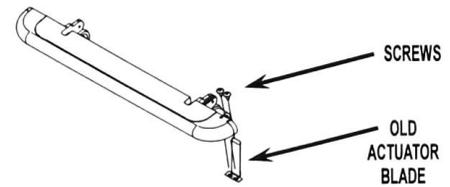

FIGURE 8
- Remove two (2) screws and the old actuator blade from the foot pedal. See Figure 8.
11. Ôter les deux (2) vis et la lame de l'ancien actionneur de la pédale. Voir Figure 8.